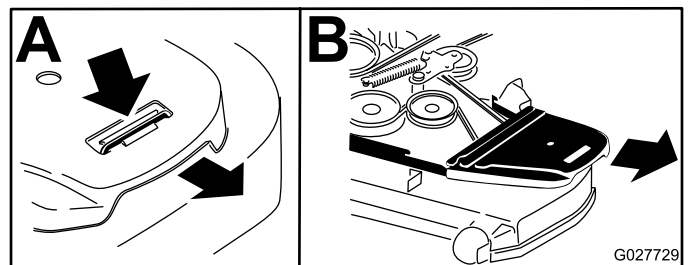

Figura 90
6. Retire as coberturas da correia (Figura 90).